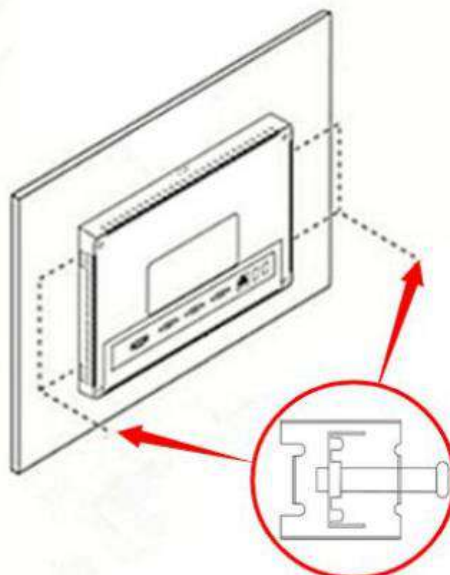

Рисунок 4.8 – Установка крепежных зажимов панели оператора
2. Крепежные зажимы вставляются в вырезы, имеющиеся на корпусе панели оператора (см. рисунок 4.8).